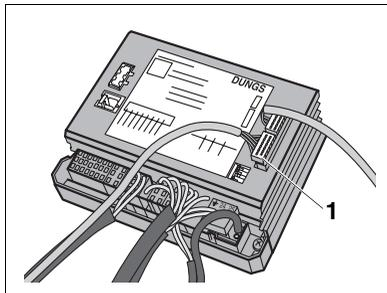

Abb. 8 MPA-Handterminal anschließen
- Entfernen Sie am Gasfeuerungsautomaten MPA50.02 den Blindstecker (Abb. 8, Pos. 1).
- Stecken Sie den Stecker des MPA-Handterminals in die dafür vorgesehene Schnittstelle (Abb. 8, Pos. 1).
- Stecken Sie den Blindstecker (Abb. 8, Pos. 1) in die dafür vorgesehene Schnittstelle.